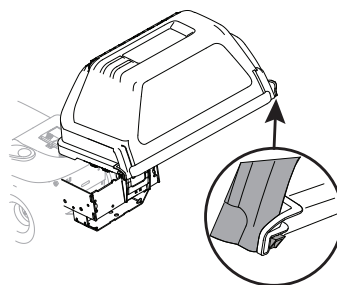

Figura 16
7. Gire la cubierta de la embolsadora superior hacia abajo para cerrar el accesorio, oprimiendo las lengüetas posteriores del lado derecho y del lado izquierdo y trábelas en su lugar debajo de las muescas de cada lado. Compruebe que encajen perfectamente. Consulte la Figura 16.